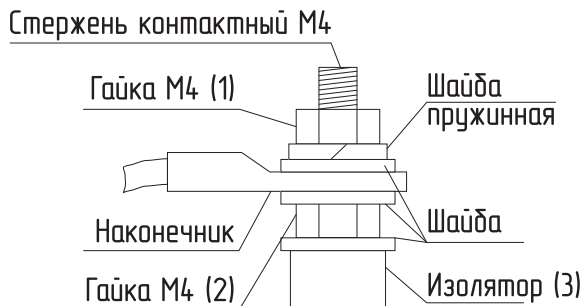

Рис.15 Присоединение проводов к выводам блок ТЭН
- При замене блок ТЭН присоединение фазных проводов к выводам блок ТЭН производить согласно **Рис.15**. Сечение кабеля указано в **Таб.1**;
- Провод нейтрالي «N» подключить на перемычку блока ТЭН (**Рис.15**).